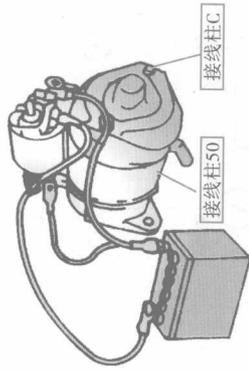

图3-7 吸拉线圈的测试
- 1) 从车上拆下起动机, 将励磁线圈导线从接线柱C上拆下来, 按如图3-7所示的方法将蓄电池接到电磁开关上, 此时, 小齿轮应向内移动。